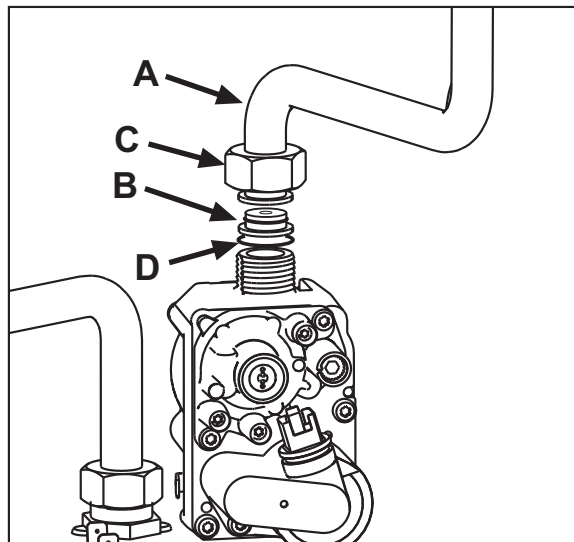

рис. 22
3. Открутить колесико **C** и вынуть газовую трубу **A** из газового клапана (см. рис. 22).
4. Заменить форсунку **B**, вставленную в газовую трубу, на форсунку, входящую в комплект для переоборудования на другой вид газа, вставив прокладку **D** (см.рис. 22).